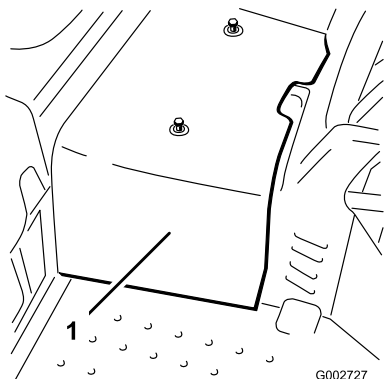

図 45
2. センターシュラウドを機体に止め付けているねじ2本を外してシュラウドを機体から取り外す 図 45。